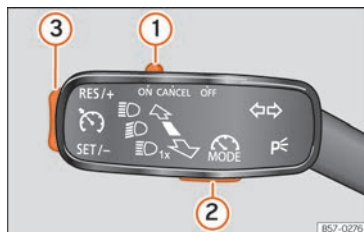

Fig. 227 A la izquierda de la columna de la dirección: mando y teclas para manejar el limitador de velocidad.
Si desea desactivar temporalmente el limitador de velocidad, p. ej., para adelantar, sitúe el mando » fig. 227 ① de la palanca de los intermitentes en la posición **CANCEL** o sitúe la tercera palanca en el punto de presión **CANCEL** o pulse la tecla ② de cualquier palanca.